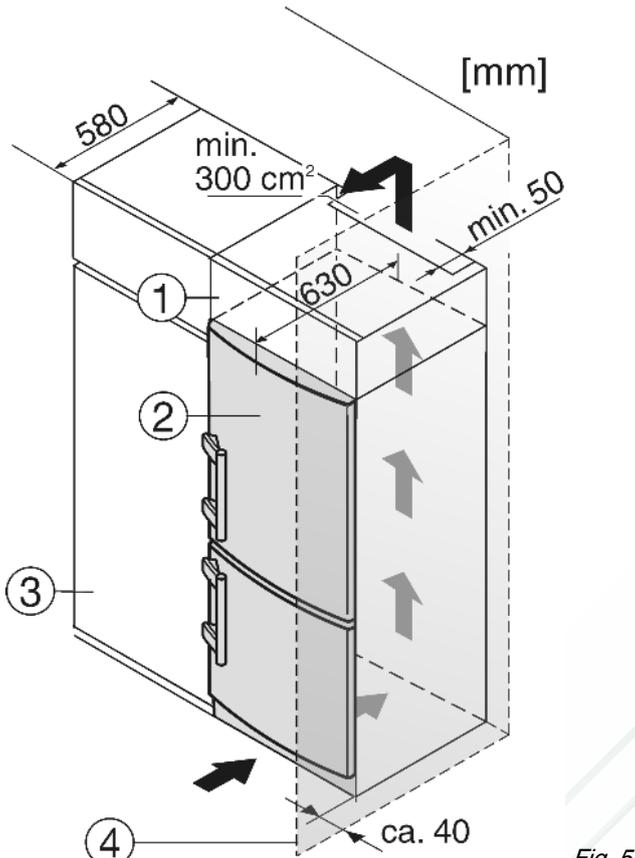

Fig. 5
- (1) Дополнительный шкафчик (3) Кухонный шкаф
(2) Устройство (4) Стенка
Устройство может быть окружено предметами кухонной обстановки. Чтобы уравнять устройство Fig. 5 (2) по высоте с кухонной стенкой, можно установить над устройством соответствующий дополнительный шкафчик Fig. 5 (1).
При комбинировании с обычными кухонными шкафами (глубина макс. 580 мм) устройство можно установить непосредственно рядом с кухонным шкафом Fig. 5 (3). Дверь устройства выступает по сторонам на 34 мм и по центру устройства на 50 мм относительно передней стенки кухонного шкафа. Поэтому ее можно свободно открывать и закрывать.
Если устройство установлено на шарнирах у стены Fig. 5 (4), то расстояние между устройством и стеной должно быть не менее 40 мм. Настольно выступает ручка при открытой дверце.